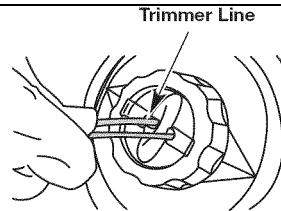

Рис. 17
2. Используя для замены леску длиной, примерно, 16 фунтов (3,2 м), диаметр 0.080' (2.03 мм), поместите два конца в отверстия на ударной кнопке до тех пор, пока концы лески появятся на внешней стороне в отверстиях, расположенных на крышке головки. Продолжаете проталкивать леску пока они достигнут видимости с обеих сторон головки приблизительно 6 фунтов (1,5 м), (Рис. 17).